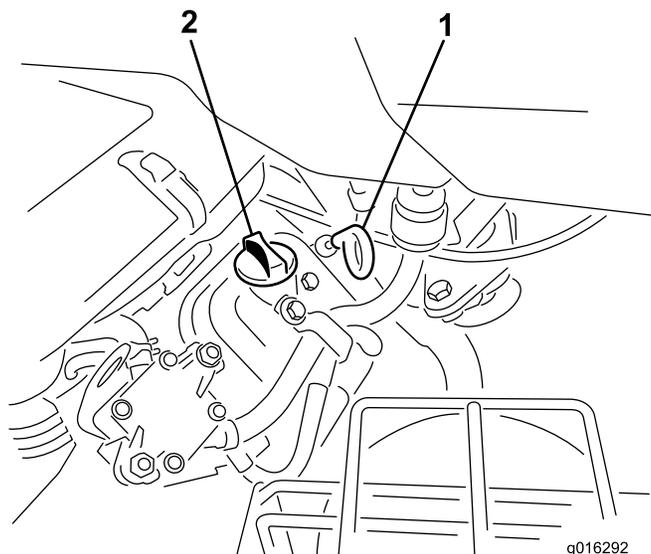

Рисунок 28
2. Выверните масляный щуп и протрите его чистой ветошью. Вставьте щуп в трубку и убедитесь в том, что он посажен до упора (Рисунок 28).